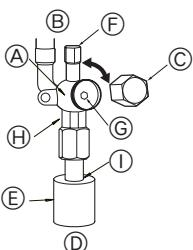

Fig. 4-6
(2) Πλευρά υγρού P100-P140 (Fig. 4-6)
- ① Βγάλτε το καπάκι και περιστρέψτε το στέλεχος της βαλβίδας προς τα αριστερά έως έξαγωνο κλειδί 4 χλωτ. Σταματήστε να περιστρέψετε έως ότου φτάσει στον αναστολέα.
(3) Βεβαιωθείτε ότι η βαλβίδα διακοπής είναι εντελώς ανοιχτή, και περιστρέφοντας επαναφέρατε το καπάκι στην αρχική του θέση.